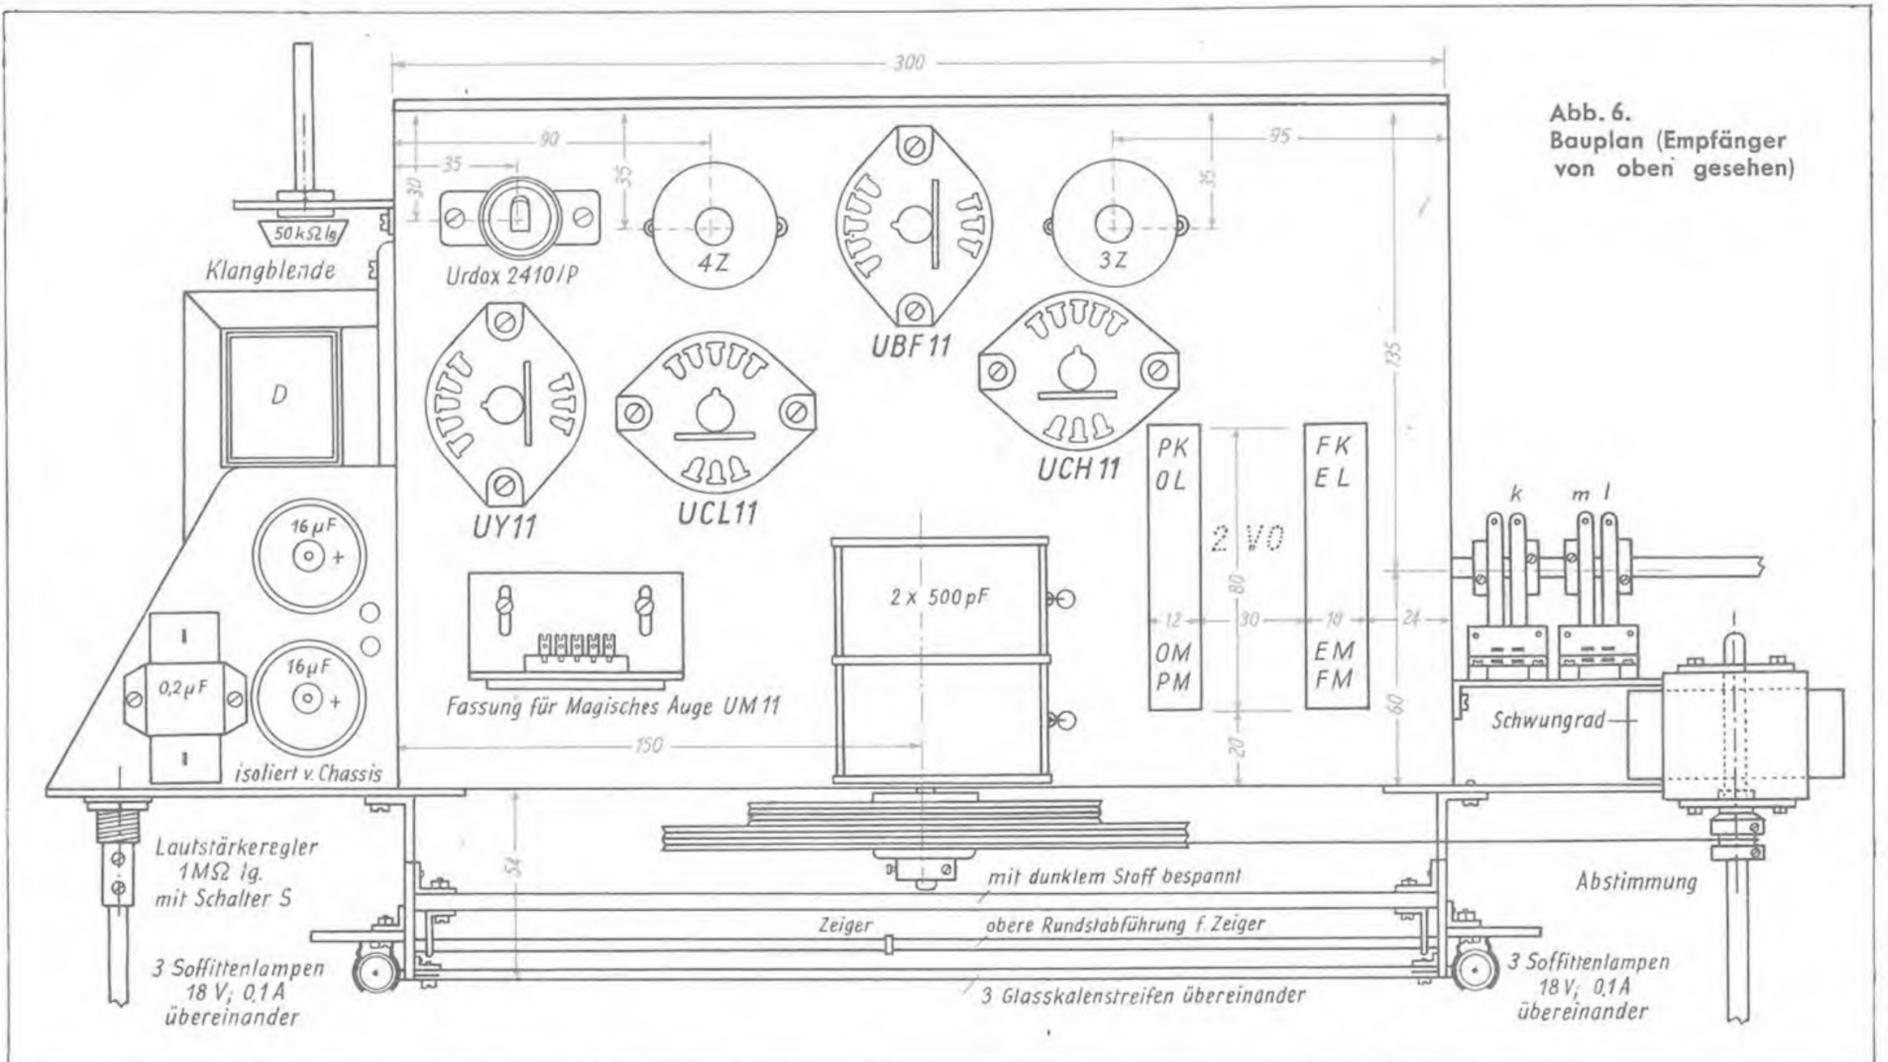

Abb. 6. Bauplan (Empfänger von oben gesehen)
f) Die Baupläne (Abb. 6 und 7) zeigen den Aufbau des Empfängerchassis mit den wichtigsten Maßen von oben und unten gesehen. Um Blech zu sparen, wurde ein vierseitig abgebogenes Alu-Chassis mit den Maßen 300 × 195 × 70 mm von 1,5 mm Stärke benutzt, an das seitlich Blechstücke für das Schwungrad, den Lautstärkereglern, die Elektrolytkondensatoren und die von der Rückseite des Empfängers einstellbare Klangblende angesetzt wurden. Damit das Spulenaggregat 2 VO von oben bequem abgeglichen werden kann, sind die beiden angegebenen rechteckigen Öffnungen in der Chassisplatte vorzusehen. Die Netzanodendrossel wird an der Seitenwand angeschraubt. Die rückseitige Leiste des Chassis besteht — weil es sich um ein Allstromgerät handelt — zweckmäßig ganz aus Hartpapier.